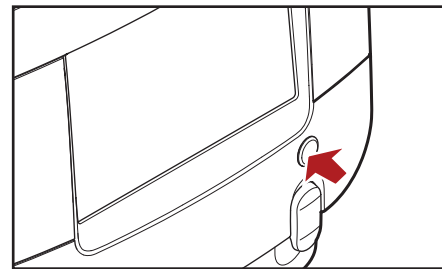

Fig. 4.10- Fri flowlevering af varmt vand
- Fri flowlevering af vand med varmtvandsknappen, se fig. 4.10 på side 14.
2. Tryk på varmtvandsknappen og hold den nede, indtil den ønskede mængde varmt vand er leveret (fig. 4.10).